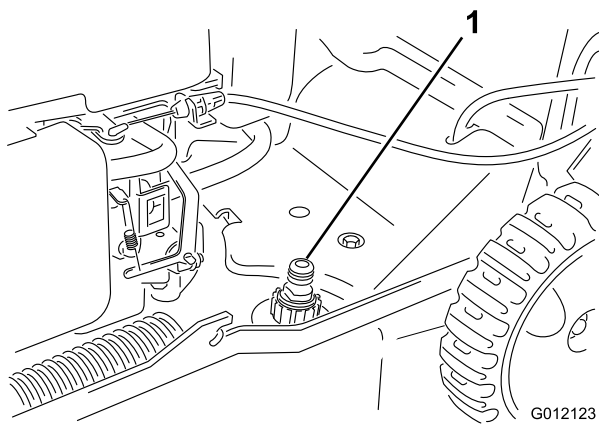

Figura 26
3. Collegate una canna da giardino al rubinetto dell'acqua ed al foro di lavaggio sulla scocca del tosaerba (Figura 26).